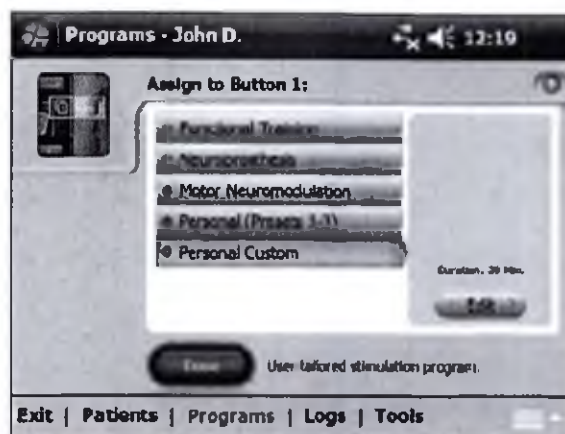

Рис. 8-28 Окно назначения к кнопке 1
2. Откроется окно Назначения кнопки 1 или 2. Выберите Personal custom и нажмите кнопку Изменить. См. рисунок 8-28.